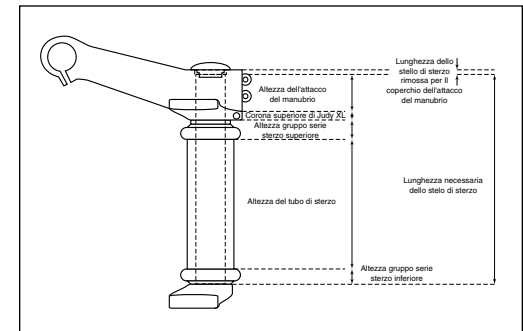

Fig. 3
3. Può essere necessario tagliare il cannotto sterzo per adattarlo alla lunghezza appropriata. Per tagliare il cannotto sterzo, è necessario rimuovere gli steli, altrimenti essi saranno d'impedimento durante il lavoro di taglio del cannotto alla corretta lunghezza. La lunghezza del cannotto è determinata dai seguenti componenti: lunghezza di bloccaggio del cannotto sterzo con la piastra superiore della Judy XL, lunghezza di bloccaggio del cannotto sterzo con l'attacco manubrio, lunghezza del tubo di sterzo del telaio e altezza della serie sterzo superiore e inferiore (vedere Fig. 3). Per facilitare l'assemblaggio, non installare la piastra superiore della Judy XL sui tubi superiori finché il cannotto sterzo non sia stato tagliato alla lunghezza corretta e la piastra inferiore non sia stata bloccata nella posizione necessaria.